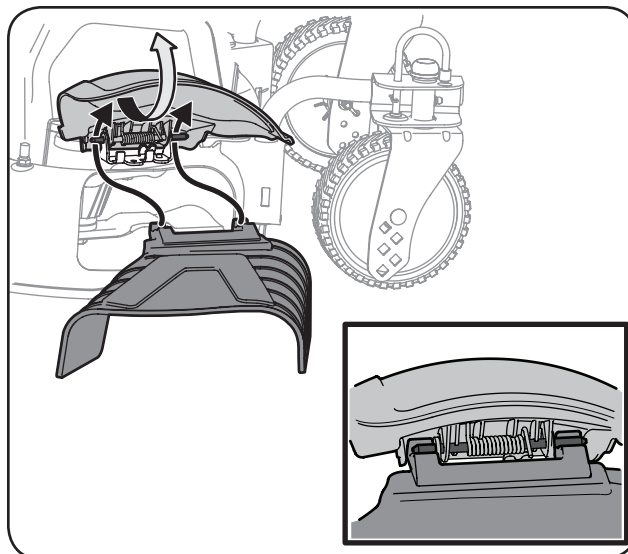

Figura 4-1
2. Gire la clavija de abono hacia arriba, dejando a la vista el montaje de la bisagra. Consulte la Figura 4-1.
3. Con el canal de descarga lateral girado hacia arriba, enganche las lengüetas del canal de descarga debajo del pasador de bisagra, como se indica en el recuadro de la Figura 4-1, y gire el canal de descarga hacia abajo y hasta quede en su lugar.